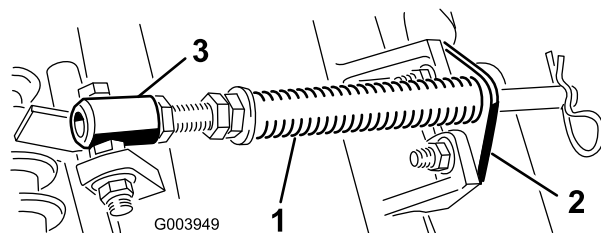

Рисунок 4
- A. Отверните два каретных болта и гайки крепления кронштейна штока к выступам режущего блока (**Рисунок 4**).
- B. Отверните фланцевую гайку крепления болта трубки пружины к выступу несущей рамы (**Рисунок 4**). Снимите этот узел.
Примечание: Головку болта следует расположить в направлении наружной стороны выступа, как показано на Рисунок 4.